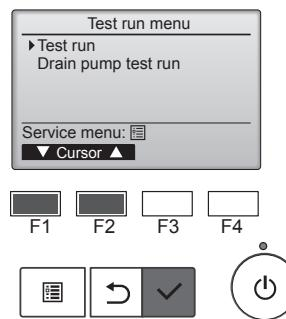

Fig. 6-5
- ④ **F1** veya **F2** düğmesi ile "Test run" (Test çalışma) öğesini seçin ve düğmesine basın. (Fig. 6-5)